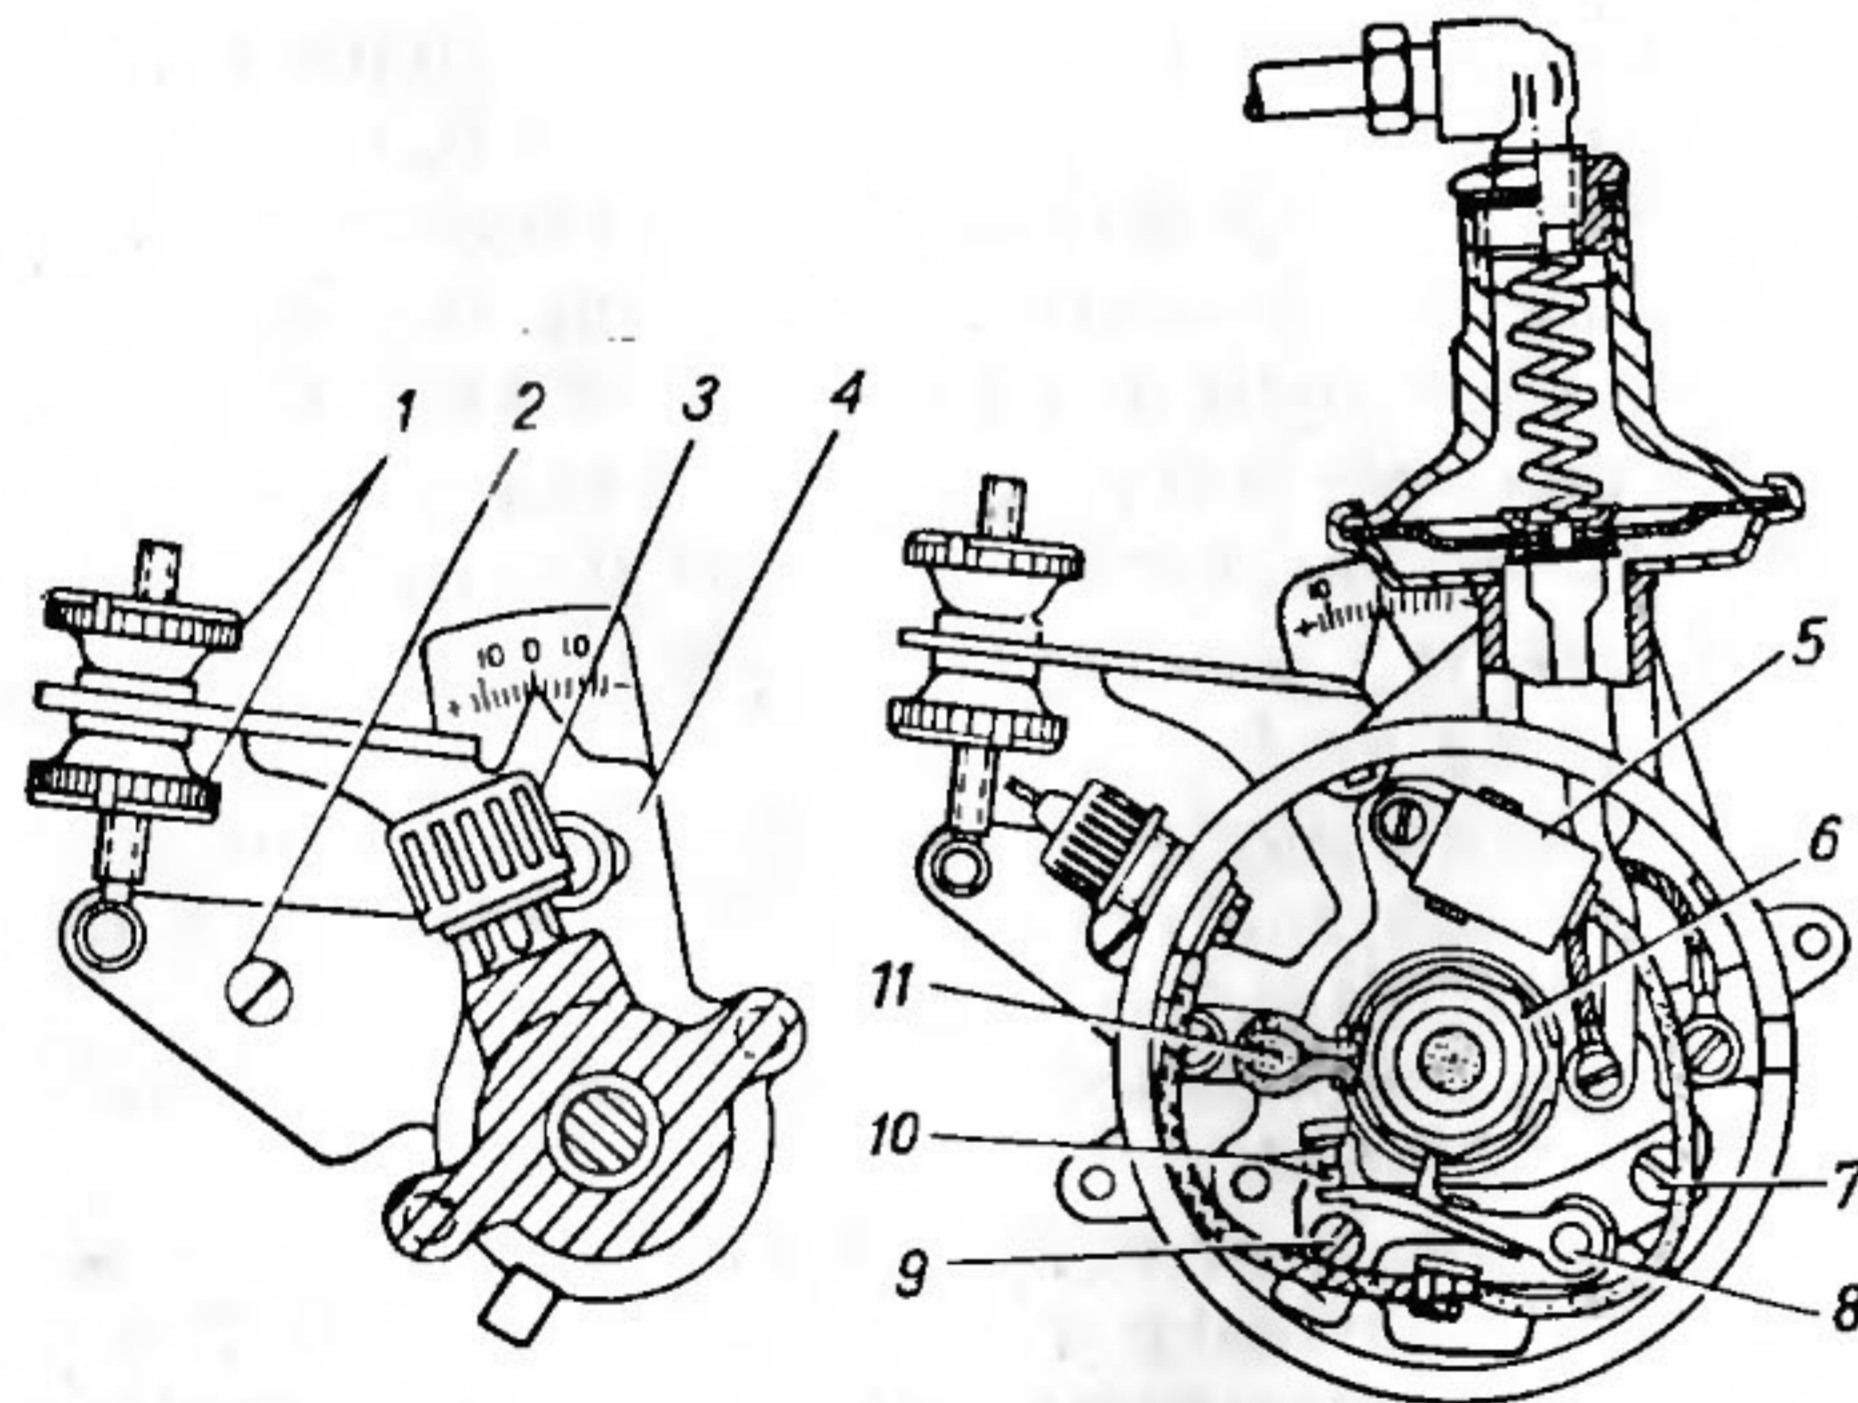

Рис. 86. Распределитель зажигания:
7	Если зазор больше или меньше 0,3—0,4 мм, ослабьте стопорный винт 9 (рис. 86) и, вращая эксцентриковый винт 7, установите по щупу нормальный зазор.
- 2 Гайками 1 (см. рис. 86) поверните корпус распределителя так, чтобы стрелка октан-корректора стала на нулевое деление.